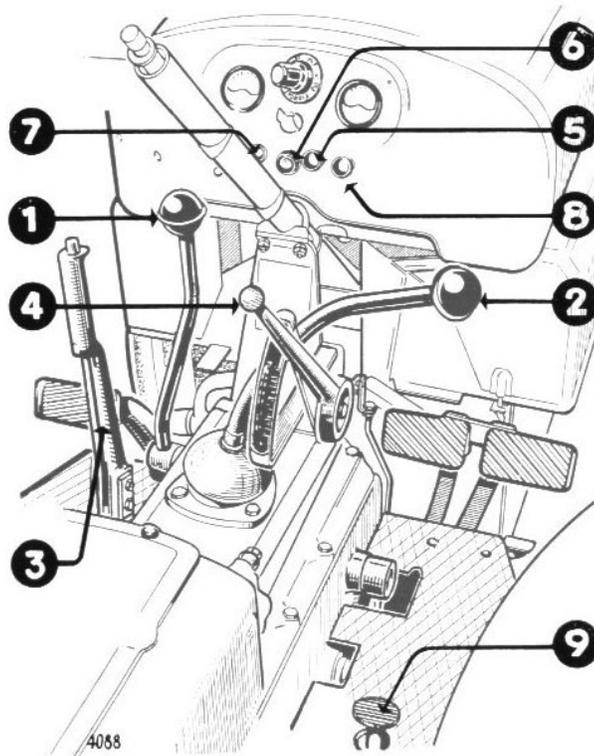

FIG. 11. -
- de prise constante (**rep. 1, fig. 11**)
- de changement de vitesses (**rep. 2, fig. 11**)
Vérifier que le frein à main (**rep. 3, fig. 11**) est bien serré.
- 3° Amener le levier d'accélération à main (**rep. 4, fig. 11**) aux trois quarts de sa course vers le bas.
- 4° Tirer le contacteur général (**rep. 5, fig. 11**) et contrôler si le voyant (**rep. 6, fig. 11**) est allumé: le contact est alors réalisé.
- 5° Pousser le contacteur de démarrage (**rep. 7, fig. 11**). Dès la mise en route du moteur, lâcher rapidement ce contacteur qui doit revenir à sa position initiale.
- Maintenir tiré pendant **45 secondes**, le commutateur (**rep. 8, fig. 11**) d'alimentation aux résistances.
- Pousser sur le commutateur (**rep. 7, fig. 11**) établissant le circuit « **Batteries-démarrreur** » en maintenant tiré le commutateur (**rep. 8, fig. 11**).
En fonction de la vitesse d'avancement choisie, il y a lieu de jouer différemment sur le levier de prise constante (**rep. 1, fig. 11**) et sur le levier de changement de vitesses (**rep. 2, fig. 11**). Il faut remarquer sur les figures **12** et **13**, que lorsque le levier de prise constante est poussé vers l'avant, la combinaison des vitesses est ainsi répartie :
- 3^o Amener l'accélérateur à main (rep. 4, fig. 11), à mi-course.
- 2° Couper le contact général de l'installation électrique en poussant à fond sur le bouton (**rep. 5, fig. 11**) disposé sur le tableau de bord.
Pour faire intervenir le dispositif de blocage du différentiel, il suffit d'appuyer sur la pédale placée à droite du conducteur (**voir rep. 9, fig. 11**). Cette pédale déplace, dans le pont arrière, un crabot muni de doigts qui établit alors la jonction entre les deux demi-arbres du différentiel.